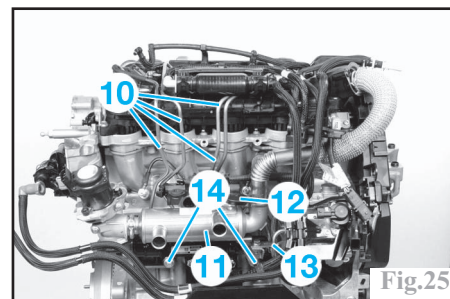

Fig.25
-le tube EGR (8).
-les tuyaux d'alimentation en carburant (9).
-le couvre culasse (5) et obturer l'orifice obtenue.
-l'échangeur thermique EGR (11) (Fig.25).
-le support (12) de boîte à air.
-la canalisation haute pression d'alimentation de la pompe haute pression (13).
-les canalisations haute pression (10) des injecteurs.